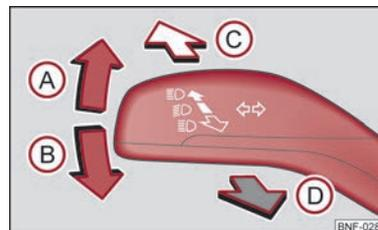

Fig. 24 Leva indicatori di direzione e abbaglianti
- Per inserire gli abbaglianti premere in avanti la relativa leva ⇒ fig. 24.
- Premere la leva di comando verso l'alto (A) o verso il basso (B) ⇒ fig. 24.